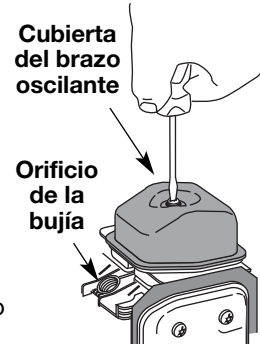

Fig. 28
5. Limpie la suciedad de alrededor de la cubierta del brazo oscilante. Saque el tornillo que sostiene la cubierta del brazo oscilante con un destornillador grande de vástago plano o con una broca Torx T-25 (Fig. 28). Saque la cubierta y la junta del brazo oscilante.